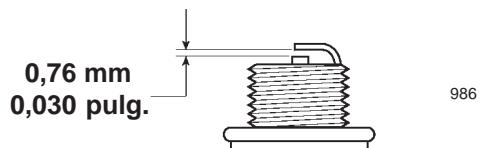

Figura 32
- Fije la distancia entre los electrodos de la nueva bujía tal como se indica en la Figura 32.